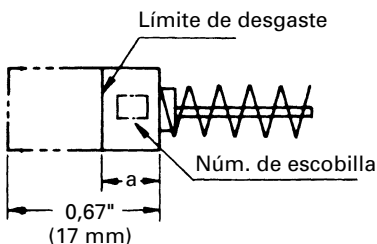

Fig. 16
### 4. Inspeccionar los carbones de contacto (Fig. 16)
**NOTA:** Utilice la escobilla de carbón HITACHI indicada en la Fig.16.